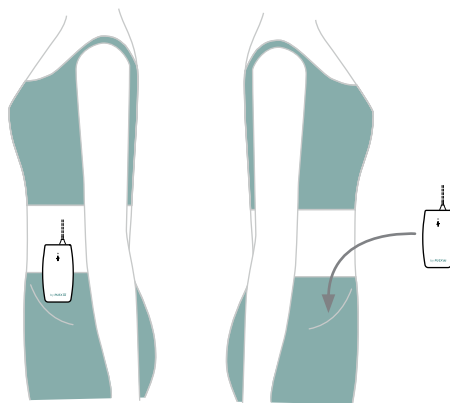

Figura 12.2.3
3. Puede colocar la batería en su bolsillo o sujetarla a la ropa mediante el gancho (Figura 12.2.3).